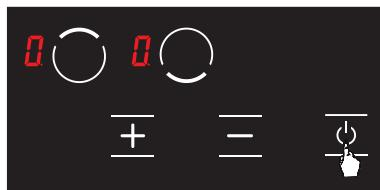

Abbildung 8
1. ⚡ durch Berühren der Taste kann der Herd eingeschaltet werden. (siehe Abb. 8)